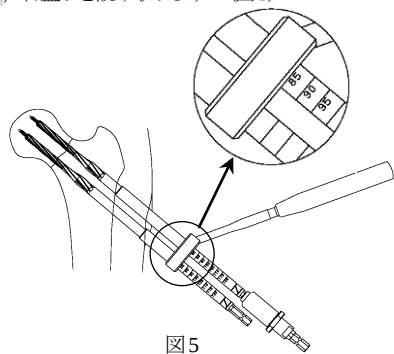

図5
- 4) ガイドピンスリーブを取り外し、ステップリーマーにてガイドピンが骨頭を貫通しないよう、イメージインテンシファイヤー（X線透視）で確認しながら平行にリーミングします。パラレルガイド近位側が確実に骨面に接触した状態で、目盛りを読み取ります。（図5）